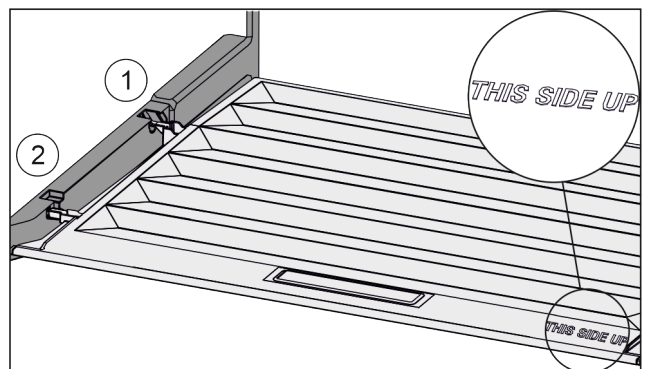

Fig. 74
- ▶ Пъхнете шийките на капака през отвора в задния държач Fig. 74 (1) и фиксирайте отпред в държача Fig. 74 (2).